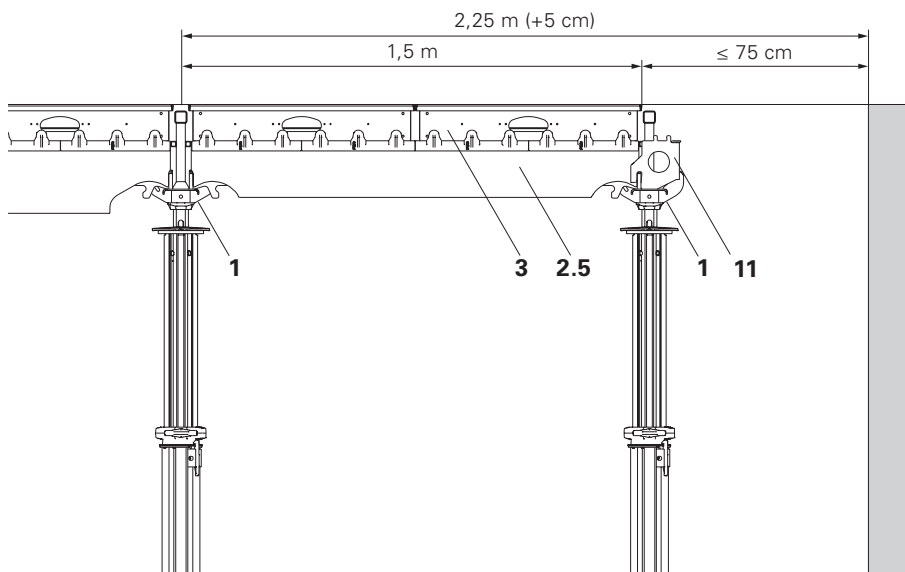

Fig. A5.21
1. Armare con puntelli, travi SLT 150 (2.5) ed elementi SDP (3) come per la campata standard. (Fig. A5.21)